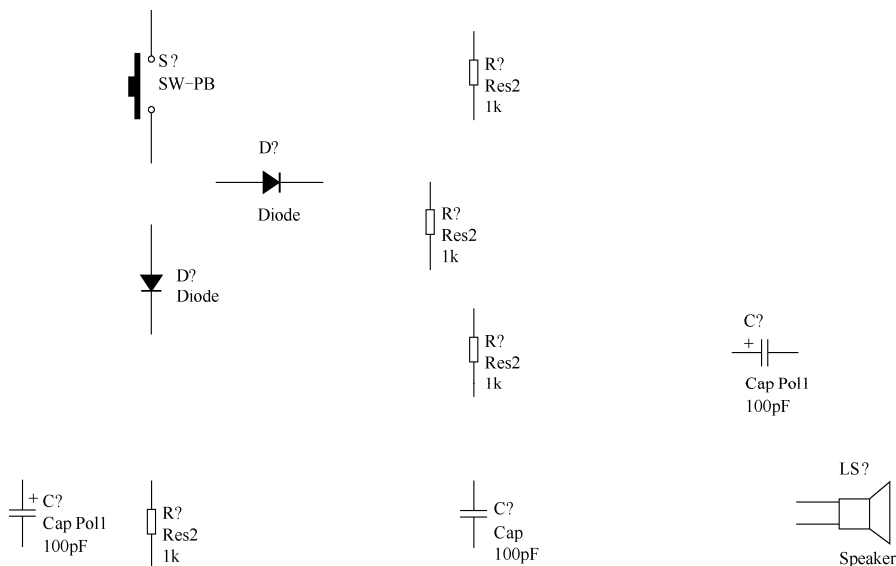

图 2.2.7 放置完元件的电路图
(2)在元件列表框中找到电阻 Res2,双击后移动到电路图纸上,在合适的位置放置 4 个,具体位置可参照图 2.2.1。在绘制过程中按空格键可以将元件旋转 90°。放置完电阻后,在元件列表框中找到二极管 Diode,双击后移动到图纸中合适的位置,放置 2 个。以此类推,分别找到普通电容 CAP、开关 SW-PB、喇叭 speaker、极性电容 Cap Pol1,并放在合适的位置,如图 2.2.7 所示。